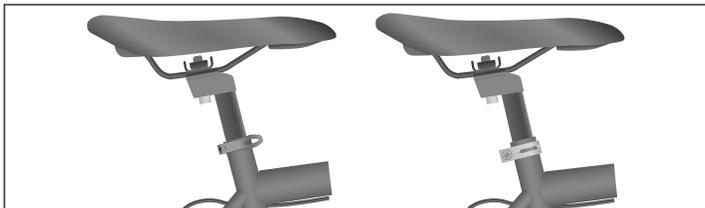

Abb.: H-7 Sattelstützenklemmung als Schnellspanner (links) und mit Schraube (rechts).
- Prüfen Sie, ob Ihr Fahrrad mit einem Schnellspanner ausgestattet ist (siehe *Abb.: H-7* und Kapitel „Fahrradpass“).